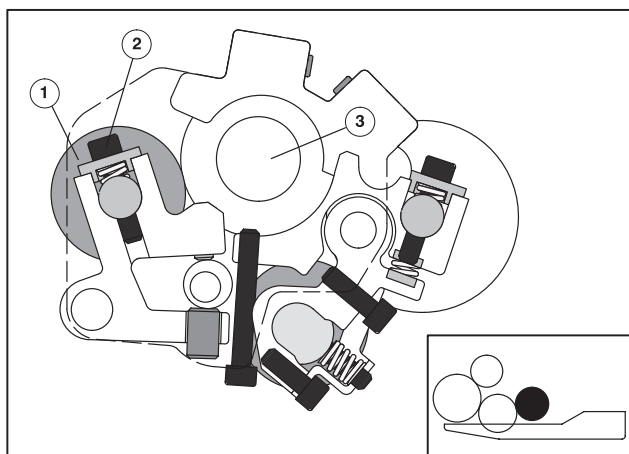

Рис. 28 Демонтаж дозирующего валика
- ❶ Выкрутите полностью винт с внутренним шестигранником (Рис. 28/❷) на стороне привода и стороне обслуживания с помощью инструмента печатника и снимите вместе с крышкой и пружиной с оси валика.
- ❷ Выньте дозирующий валик (Рис. 28/❶) из опор.
Погружной валик (Рис. 28/❸) не снимается.